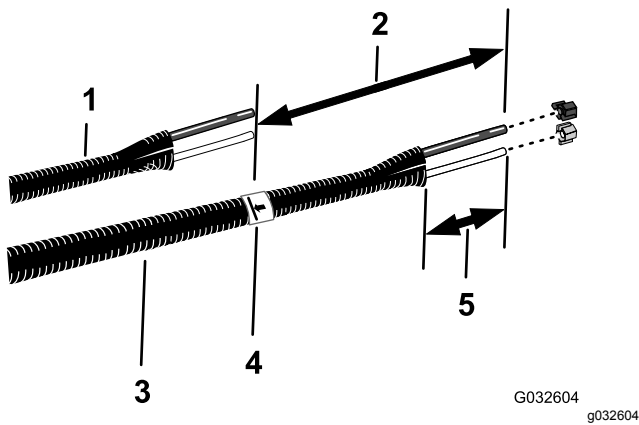

Figura 12
6. Alinee los tubos de líquido y aire antiguos (Figura 12) con el conjunto de tubos nuevo (Pieza Toro N° 114–9553).
8. En el conjunto de tubos nuevo, añada 26 cm a partir de la marca que hizo en el paso 7, marque el conjunto de tubos y corte los tubos en la 2ª marca (la más larga) (Figura 12).
10. Retire de 77 a 102 mm de la funda en cada extremo del conjunto de tubos (Figura 12).